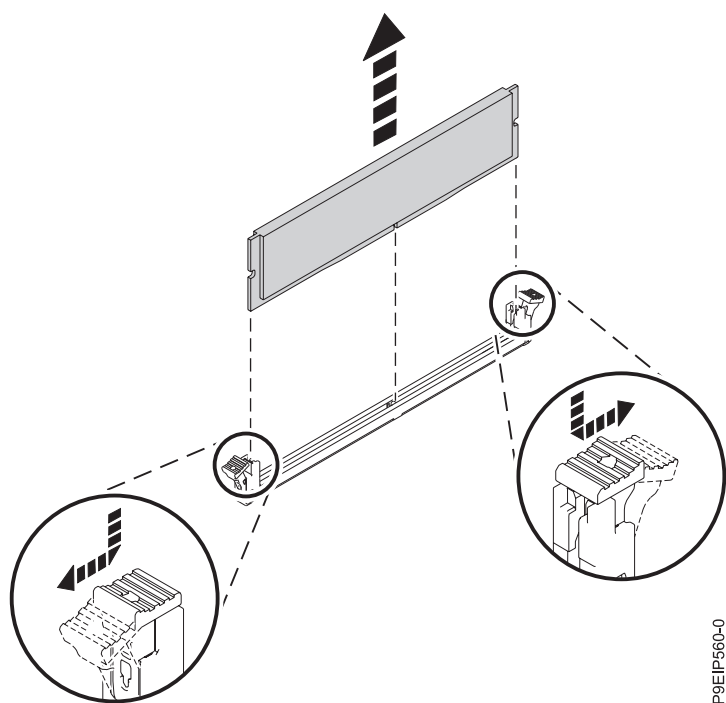

Figure 19. Retrait de la barrette mémoire DIMM
- b. Déverrouillez la barrette mémoire DIMM en appuyant simultanément sur les languettes de verrouillage dans le sens indiqué dans la figure 19. Assurez-vous de déverrouiller les deux languettes en même temps. L'action de levier qui se produit lorsque vous appuyez sur les languettes éjecte la barrette mémoire DIMM hors de l'emplacement.